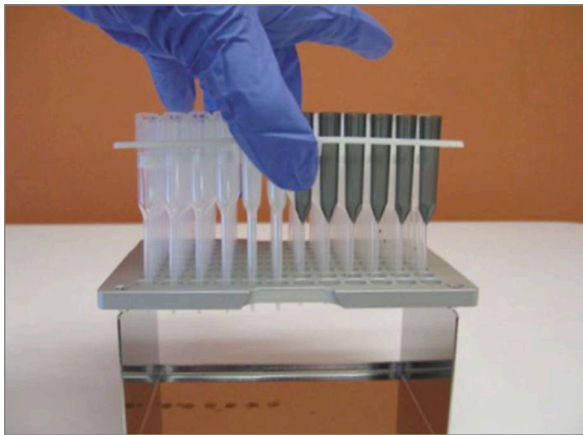

FIGURA 5.13: introduzca la puntas y los perforadores de la lámina de aluminio en el soporte metálico para puntas.
- b. Coloque las puntas y los perforadores de la lámina de aluminio en el soporte. Sujete la gradilla de plástico para puntas por las lengüetas centrales; coloque la gradilla sobre el soporte metálico y baje lentamente las puntas hacia el soporte metálico. Resulta útil colocar el soporte a la altura de los ojos para alinear las puntas de plástico (FIGURA 5.13).